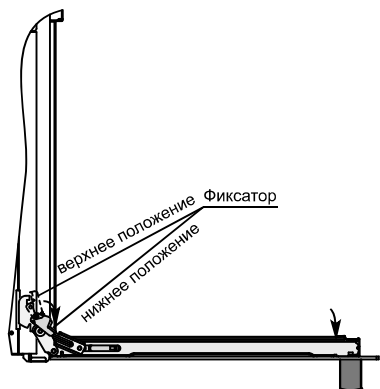

рис. 15
Для снятия дверцы нужно (см. рис. 15,16,17):
2. Повернуть фиксатор шарнира в крайнее нижнее положение см. рис. 15;